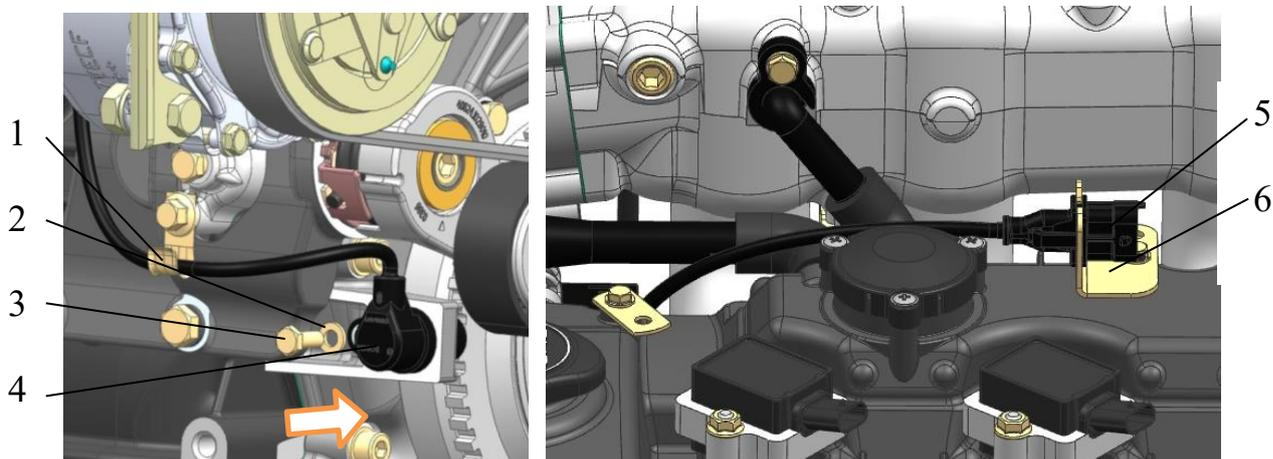

Рис.201. Установка датчика синхронизации:
10. Установить датчик синхронизации 4 (рис.201) в отверстие прилива крышки цепи, завернув болт 3 с плоской шайбой 2 моментом 5,9...8,8 Н·м (0,6...0,9 кгс·м). Провод датчика уложить в скобу 1, закрепленную нижним болтом крышки нижнего гидронатяжителя, колодку 5 установить в держатель 6 на крышке клапанов.